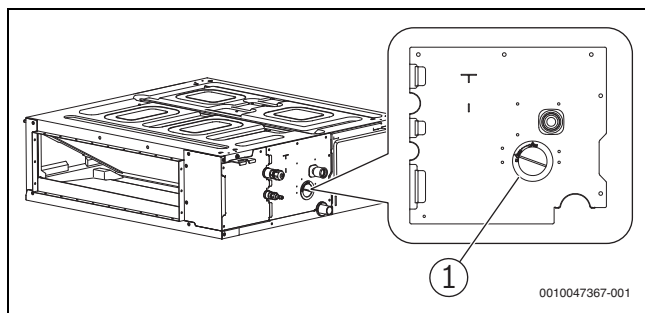

fig. 26
- ▶ Hapni kapakun e ujit të provës (→ Fig. 26) në trupin e pajisjes duhet të zhvendoset gjatë provës së shkarkimit për të kontrolluar nëse pompa e shkarkimit është e ndezur dhe nëse ka ndonjë problem me pompën e shkarkimit.